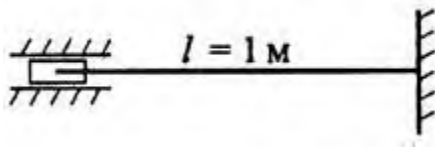

Рисунок 1
**Пример 1.** Рассчитать гибкость стержня. Круглый стержень диаметром 20 мм закреплен так, как показано на рис. 1.